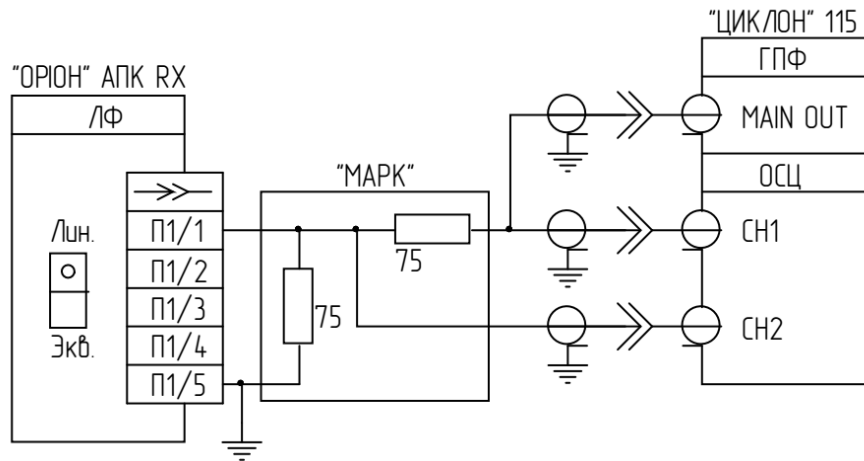

Рисунок 8.9.2 – Схема подключения
- 2) Собрать схему проведения измерений (см. рисунок 8.9.2);